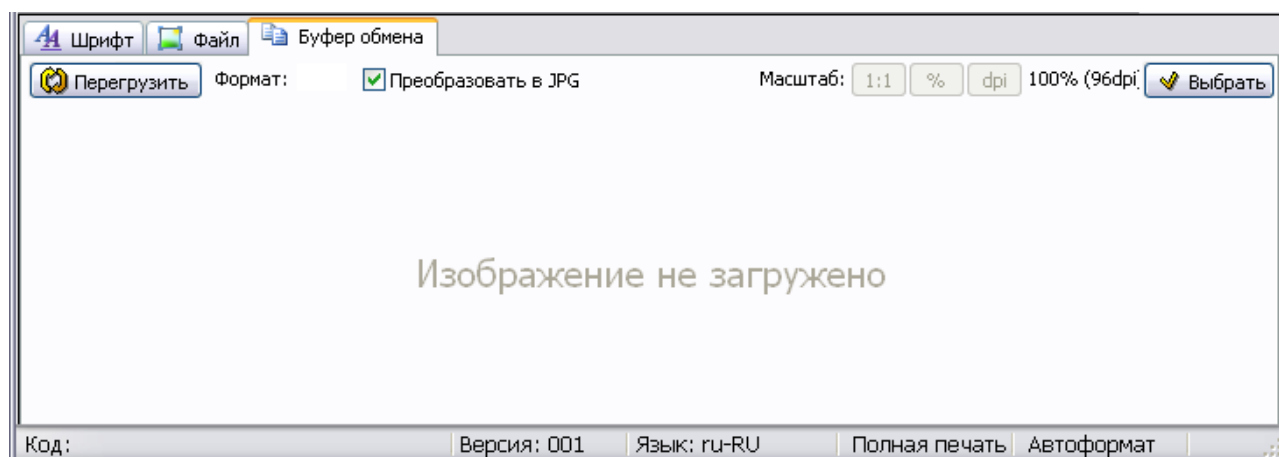

Рис. 5.30
2. Выберите инструмент **Вставка символа** . При этом под инструментальными панелями откроется дополнительное окно (Рис. 5.30).
3. Перейдите на вкладку **Буфер обмена** (Рис. 5.30).